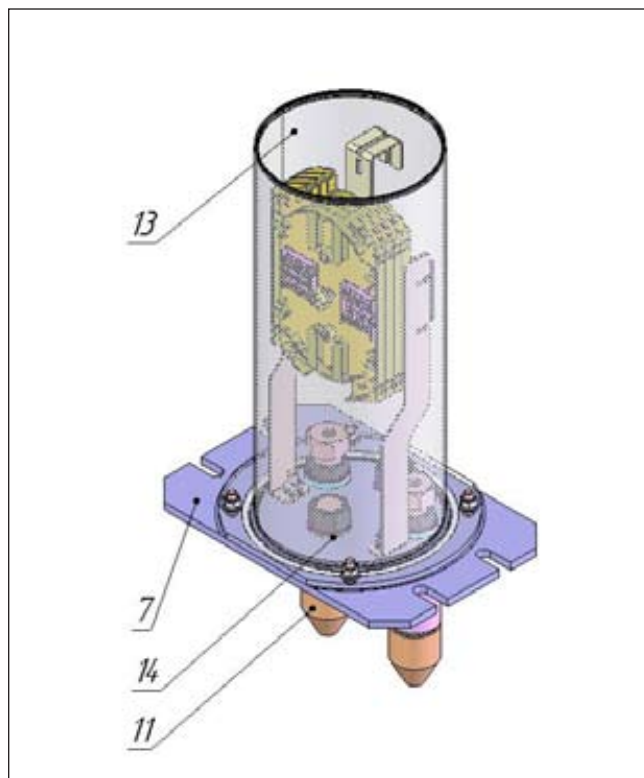

Рисунок 13 - Муфта МОПГ-МП
5.1.3 Корпуса муфт МОПГ-М и МОПГ-МП (рисунок 13) не взаимозаменяемы. На основании (поз. 7) муфты МОПГ-МП отверстия для вводов ОК или ОКГТ выполнены большего диаметра. Для унификации и возможности применения заглушек и вводов диэлектрического ОК от муфты МОПГ-М, установлены проставки (поз. 14). Вводы ОКГТ (поз. 11) для муфт МОПГ-М и МОПГ-МП не взаимозаменяемы (см. п. 5.1.4.).
Важно! Перед установкой кожуха муфты проверить наличие изолирующей пластиковой пластины(поз.13, рисунок 13) внутри кожуха.